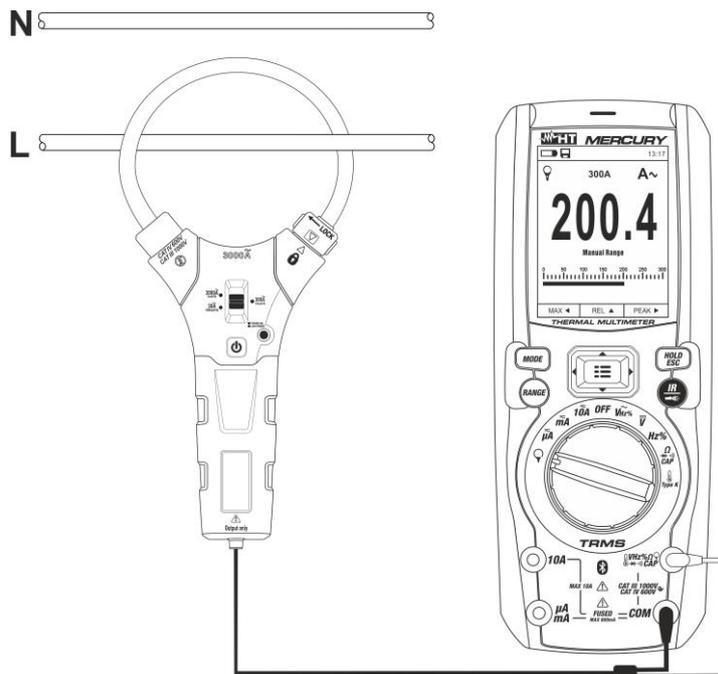

Abb. 30: Verwendung des Geräts für AC/DC Strommessung mit Strommesszange
5. Verbinden Sie die rote Anschlussleitung der Zange mit der Eingangsbuchse **VHz%CAPΩ→)** und die schwarze Anschlussleitung mit der Eingangsbuchse **COM** (siehe Abb. 30). Der Stromwert erscheint auf dem Display. Für Standard-Strommesszangen (siehe § 7.3.2) mit HT Verbinder verwenden Sie den optionalen Adapter NOCANBA. Für Informationen über die Verwendung der Strommesszangen beziehen Sie sich bitte auf die entsprechende Bedienungsanleitung